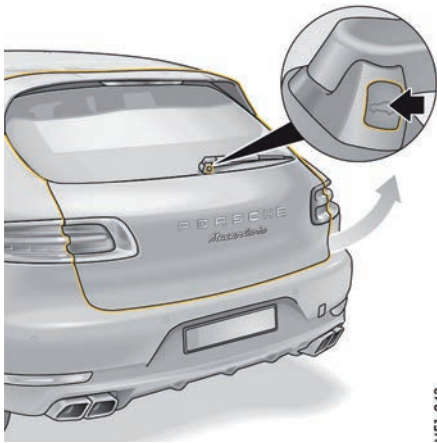

图 195: 尾门解锁按钮
- ▶ 按下按钮（图 195）。
- ▶ 按下后雨刷器 (第 251 页的图 195) 上的解锁按钮 。
- 按下后雨刷器 (第 251 页的图 195) 上的解锁按钮 。